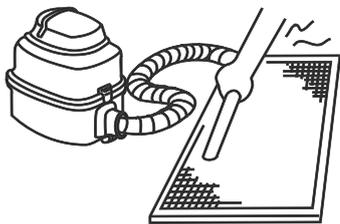

Fig.6-2
- a. El aire interior debe dirigirse hacia arriba si usa aspiradora (consulte la fig. 6-2).